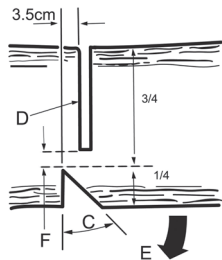

FIG. 1
Di norma l'abbattimento consiste in due tagli principali, l'intaglio (C fig.1) e il taglio vero e proprio (D fig.1), necessario per la caduta del ramo.
- Iniziare con l'intaglio inferiore (C) sul lato del ramo che guarda la direzione di caduta (E)
- L'intaglio deve avere una profondità (F) pari a circa $\frac{1}{4}$ del diametro del tronco.
- Dopo l'intaglio, eseguire il taglio vero e proprio (D) dall'altra parte del ramo a 3-5 cm sopra l'altezza dell'intaglio (fig 1).